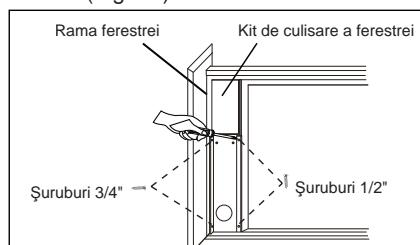

Fig. 20
- 3.** Închideți geamul glisant fixând-ul pe kitul de culisare a ferestrei. (Fig. 20)
- 4.** Fixați kitul de culisare a ferestrei de geam cu două șuruburi de 1/2". (Fig. 20)
- 5.** Fixați kitul de culisare a ferestrei de rama geamului cu două șuruburi de 3/4". (Fig. 20)